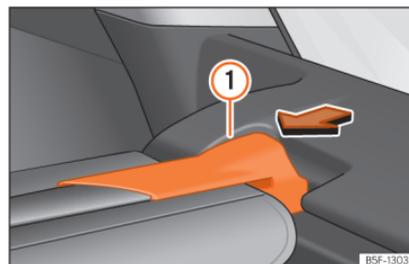

Fig. 129 Na bagageira: desmontar a chapeleira.
- Pressione o suporte da chapeleira »» Fig. 129 ① no sentido da seta.
- Encaixe o suporte da chapeleira »» **Fig. 129**
- ① no alojamento do outro lado.